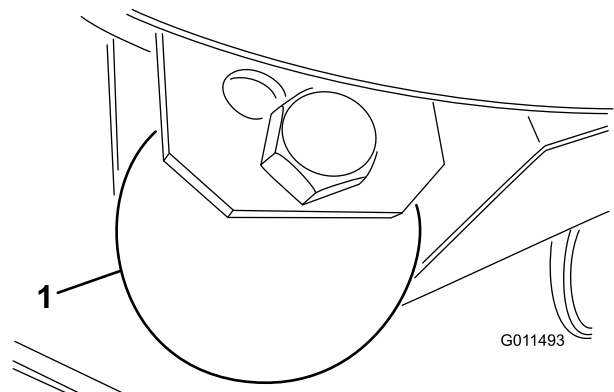

Figura 29
1. Retire o parafuso e porca que fixam a roda guia aos suportes da unidade de corte (Figura 29).